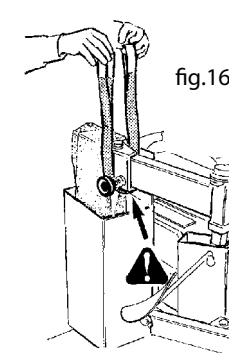

fig.16
- Dotarsi di una fascia di sollevamento di mt.1 modello DR 50 -fattore di sicurezza 6:1. Avvolgere la fascia attorno al braccio a bandiera (fig.16)
- Make use of a 1 m hoisting strap model DR 50 - safety factor 6:1. Wrap the strap around the movable arm (fig.16)
- se munir d'une bande de levage de 1 mètre modèle DR 50 -facteur de sécurité 6:1. passer la bande autour du bras en drapeau (fig.16)
- Ein Hebeband von einem Meter Länge Modell DR 50, Sicherheitsfaktor 6:1 besorgen. Das Band um den Schwenkarm wickeln (Abb. 16).
- Procúrese una correa de levantamiento de m. 1 modelo DR 50 - factor de seguridad 6:1. Arrolle la correa al brazo oscilante (fig. 16).